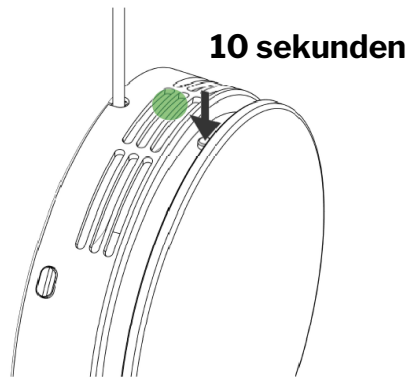

Abbildung 26 - Filteralarm zurücksetzen
8. Nach Durchführen des Funktionstests den Filteralarm zurücksetzen. Das System einschalten und die Taste 10 Sekunden gedrückt halten, siehe Abbildung 26. Das Zurücksetzen ist abgeschlossen, wenn das grüne Licht 2 Sekunden lang leuchtet.